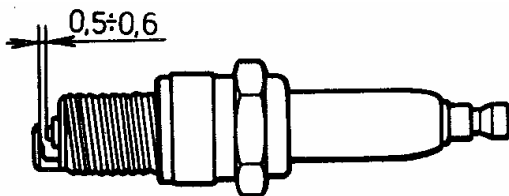

Fig. 43. Verificación del entrehierro en la bujía del encendido
2. Compruebe el entrehierro en la bujía con un calibre sonda redondo. El entrehierro se deberá encontrar dentro de los límites de 0,5-0,6 mm (Fig. 43); su regulación se debe realizar sólo doblando el electrodo lateral.